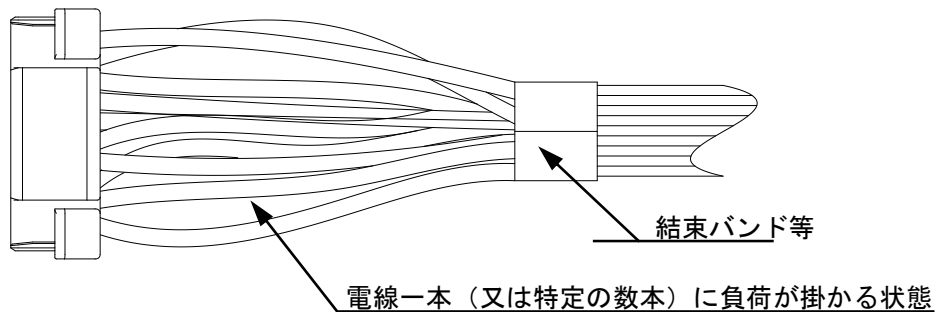

Fig.7-2 不適切なハーネス結束状態
- ② ハーネス品で、電線一本(又は特定の数本)に力が加わらない様にして下さい。(Fig.7-2)